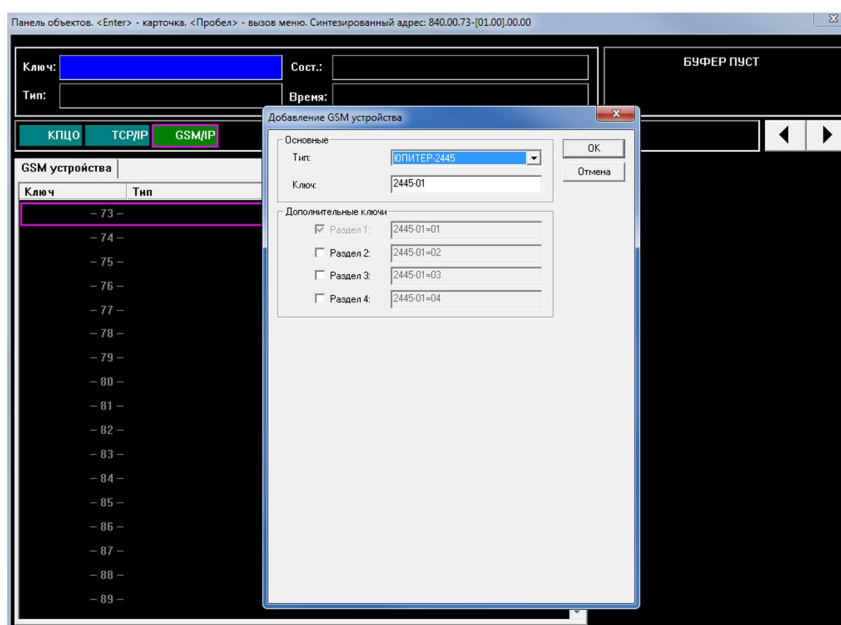

Рисунок 11. Создание карточки объекта УОО
5.1 В программе АРМ ДПУ, в панели объектов «GSM/IP» создать карточку нового прибора (рисунок 11). Выбрать тип прибора «Юпитер-2445» (или «Юпитер-2444РШ» или «Юпитер-2463РШ»).